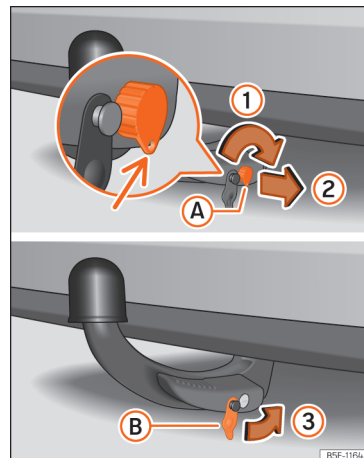

Fig. 180 Colocação do gancho de reboque. Passo 2
- Rode a chave para a direita apenas meia volta, até que o orifício da chave fique abaixo »» Fig. 180 (1).
- Retire a chave (2).
- Coloque a tampa (B) na fechadura (3) »» Fig. 180 »» ⚠.